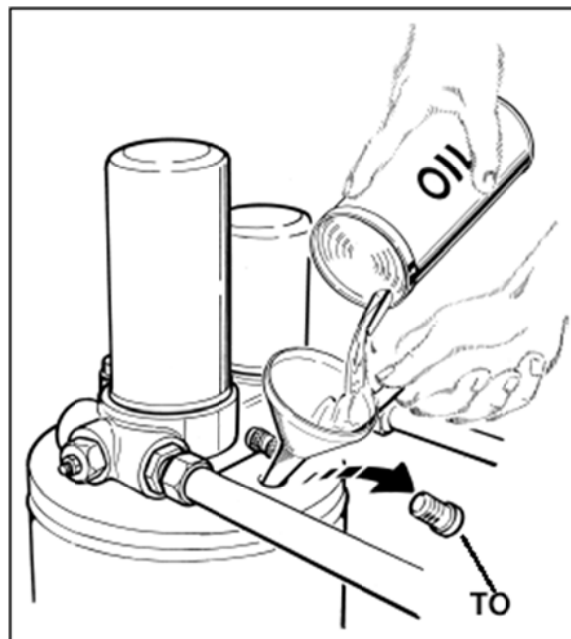

рис.16.
- Отвинтить пробку маслоналивной горловины **ТО**, не потеряв при этом уплотнительную прокладку (**рис.16**).
- Дозаправка масла проводится согласно описанию параграфа «Контроль уровня масла/дозаправка масла» (**рис.16**).